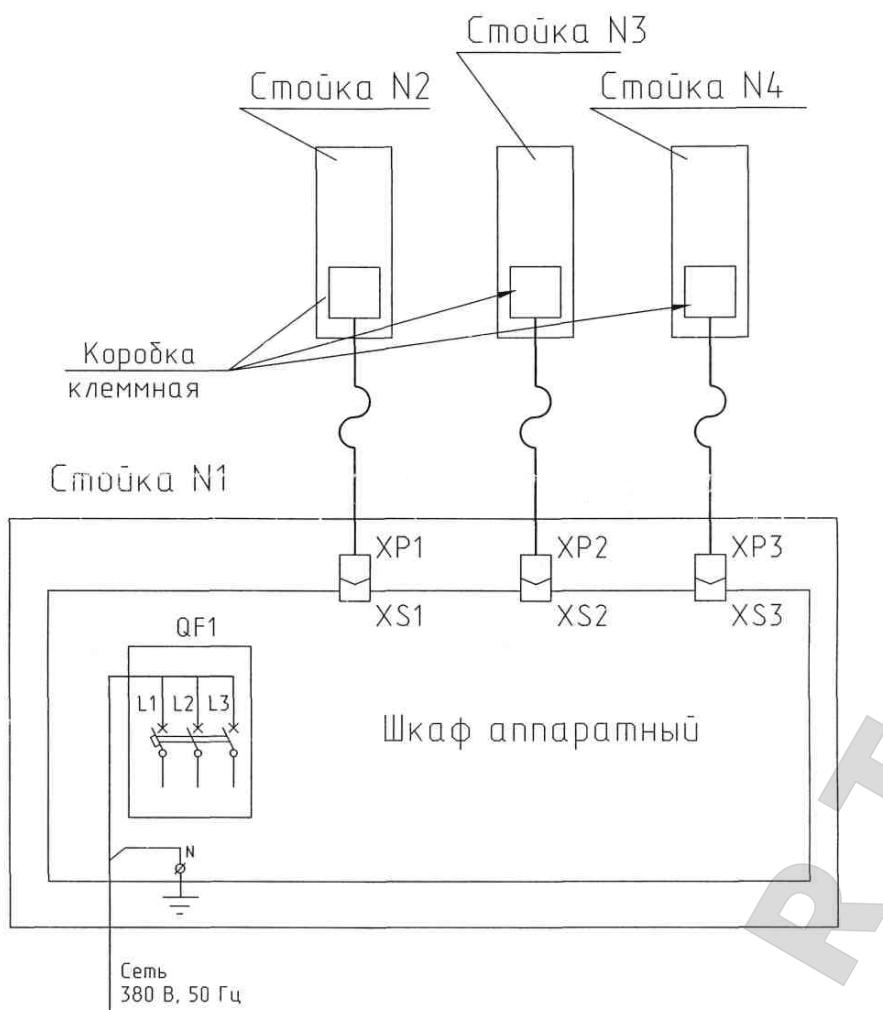

Рис. 4. Схема электрическая соединений подъемника ПЛ5-30
4.5. Перечень элементов схемы электрической принципиальной приведен в таблице № 1. Схема электрическая соединений приведена на Рис. 4.
- 6.1.11. Соединить штепсельные разъемы кабелей стоек №2, 3, 4 со шкафом аппаратным, расположенным на стойке №1, и подключить шкаф аппаратный к внешней электрической сети в соответствии со схемой электрической соединений (см. Рис. 4) и маркировками на разъемах. Подключение шкафа аппаратного к сети выполнить кабелем КГ 4х2,5 ТУ 16.К37.05-88. Выполнить заземление электроустановки.